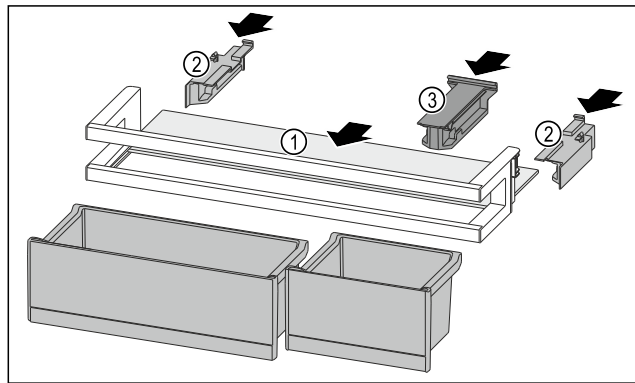

Fig. 120
- ▶ Вдвиньте съемную полку Fig. 120 (1) в боковые пазы.
- ▶ Установите боковые части Fig. 120 (2).
- ▶ Смонтируйте крепление Fig. 120 (3).